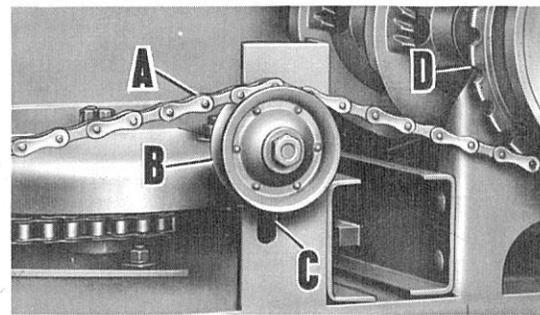

Fig. 23. Réglage de la tension de la chaîne d'entraînement des noueurs.
(A, Fig. 23)
Déplacer la poulie folle (B, Fig. 23) suivant besoin, dans la fente du support (C, Fig. 23).
3. Retirer la chaîne (A, Fig. 23) du pignon (D, Fig. 23) de commande des noueurs.
6. Replacer la chaîne de commande des noueurs (A, Fig. 23) en prenant soin de la mettre sur le dessus du pignon d'abord, de manière à ne pas laisser de mou sur le brin supérieur de la chaîne. Fixer le dessous de la chaîne.
7. Retendre la chaîne de commande des noueurs (A, Fig. 23) en déplaçant à la demande la poulie folle (B, Fig. 23) de la chaîne.